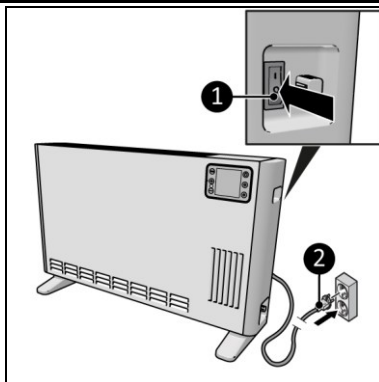

Abbildung 11
2. Stellen Sie sicher, dass sich der EIN/AUS-Schalter in der AUS-Position befindet (Abbildung 11, Pos. 1).
3. Stecken Sie den Netzstecker (Abbildung 11, Pos. 2) in eine leicht zugängliche geerdete Steckdose. Verwenden Sie eine geerdete Steckdose mit einer Mindestleistung von 2400 Watt.
1. Stellen Sie sicher, dass sich der EIN/AUS-Schalter in der AUS-Position befindet (Abbildung 11, Pos. 1).
2. Ziehen Sie den Netzstecker aus der Steckdose (Abbildung 11).